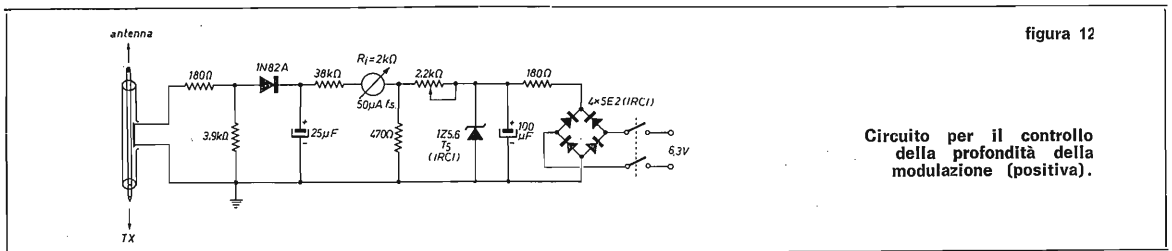

figura 12
Qualora non fosse disponibile un tubo a raggi catodici (oppure un oscilloscopio) il controllo della modulazione (almeno per quanto riguarda la profondità della modulazione in AM) può essere fatto inserendo il segnale di uscita del « loop » su un microamperometro secondo il circuito di figura 12 (S.K. Mendiratta e collaboratori, Electronic Design 17 (6), pagina 254, 1969).
La massima frequenza di funzionamento del circuito di figura 12 è di 200 MHz. Una delle condizioni essenziali è che la costante di tempo di C_1 ($R_4 + R_1$) sia cento volte più grande del periodo della frequenza modulante più bassa. Il principale vantaggio di questo sistema a microamperometro è che indica solo la modulazione corrispondente all'involucro positivo che è quella che maggiormente interessa. Ovviamente non si possono avere informazioni sulla forma dell'onda modulante.